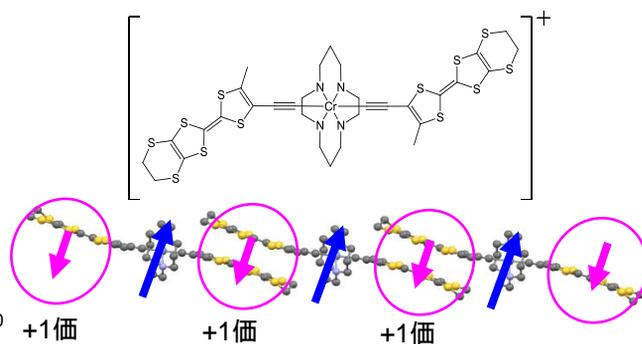

図2 新規導電性磁性クロムイオン(III)錯体分子同士が一体化
- エチニル基を導入したテトラチアフルバレン誘導体をクロム(III)に結合した錯体を新規に合成しました(図2)。中心金属としてクロム(III)を用いたことで、比較的大きなスピンをもつ安定な錯体が得られます。これを用いて作製した磁性結晶では、隣接する錯体との間でテトラチアフルバレン誘導体が二量体を組み、+1価の電荷が隣接分子間で非局在化し、隣り合う分子のスピンを非常に強く結びつけていることが明らかになりました。